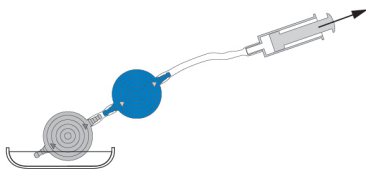

Bild 24: Genomsläpplighetskontroll
M.blue plus XABO ska luftas och genomsläppligheten provas före implantationen. Det mest skonsamma sättet att fylla ventilen är att aspirera med hjälp av en steril engångsspruta som sätts på den distala kateterändan. Då kopplas ventilen distalt och hålls kvar i steril, fysiologisk koksaltlösning. Om koksaltlösningen kan avlägsnas är ventilen genomsläpplig (Bild 24).